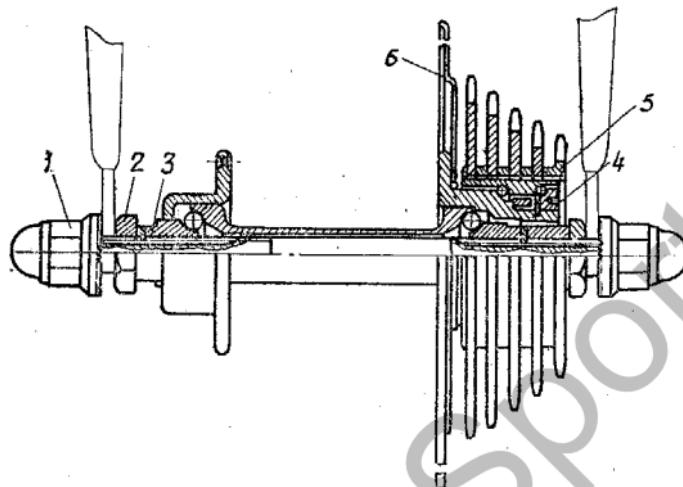
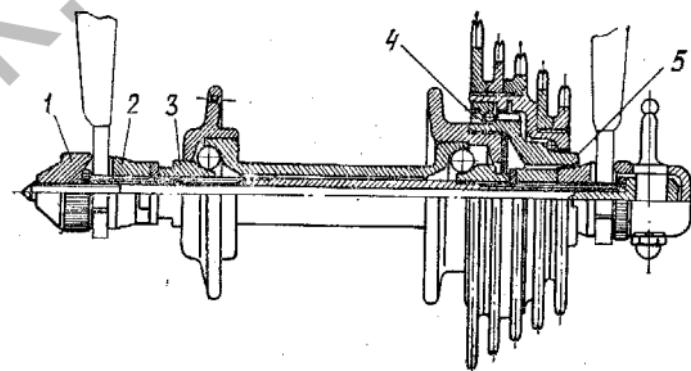

Рис. 9.
Рис. 10.
- отвернуть ключом с двумя штифтами конус 4 (рис. 9);
Сборка и разборка подшипников втулки спортивно-туристских велосипедов выполняется согласно (рис. 9) и (рис. 10).
ВНИМАНИЕ! Количество шариков \varnothing 6 мм во втулках заднего колеса с трещоткой должно составлять: 9 шариков справа и 9 — слева. Правый конус при сборке завинчивается до упора, регулировка производится левым конусом 3, имеющим лыски «под ключ». Для замены спиц в правом фланце втулки заднего колеса необходимо снять звездочки 5 (рис. 9) или трещотку 5 (рис. 10) и снять спицызащитный диск 6 (рис. 9).
Спортивно-туристские и спортивные велосипеды (кроме трековых) оборудованы передним и задним тормозами кривошипного типа. Регулирование свободного хода тормозных рукояток осуществляется поворотом штуцера 6 (рис. 10) в кронштейне 2 (рис. 16).